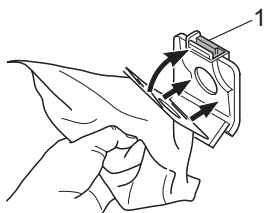

Abb. 22
7. Drücken Sie den Halte-Clip (Abb. 22/1) nach hinten und setzen Sie den neuen Staubfilterbeutel in den Staubbeutelhalter ein (Abb. 22).